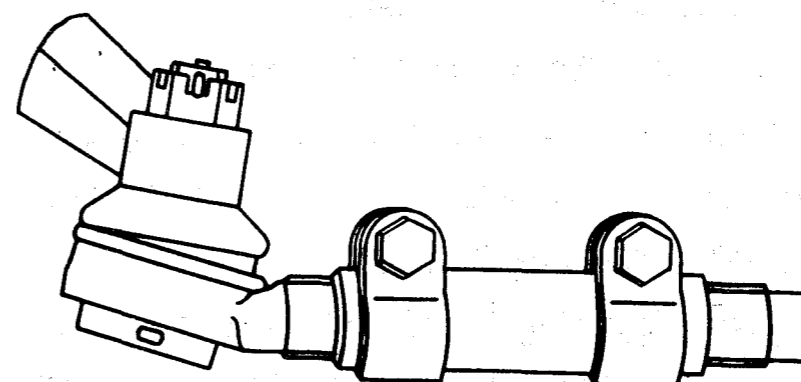

Рис. 142. Положение хомутов
- после окончания регулировки повернуть хомуты в положение, указанное на рис. 142, затянуть стяжные болты хомутов, момент затяжки 1,5-1,8 даН·м (1,5-1,8 кгс·м).